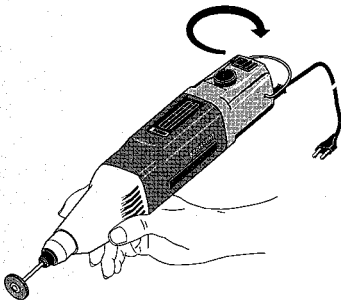

Fig. 3
2. Halten Sie das Gerät beim Fräsen oder Gravieren wie einen Kugelschreiber (Fig. 3), dabei die Lüftungsschlitze nicht verdecken.
1. Gerät am Schalter 2 (Fig. 3) einschalten und die der Arbeit entsprechende Drehzahl am Knopf (1) einstellen.